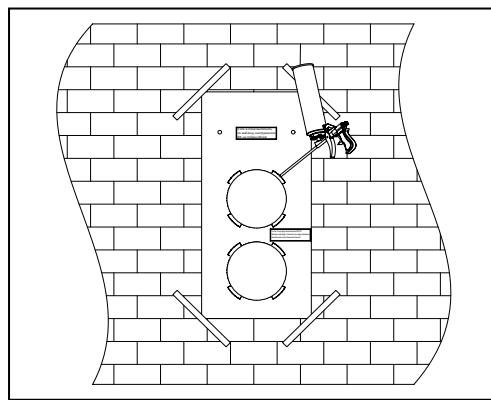

Рис. 7.
5. Вставьте воздуховоды в отверстия шаблона для воздуховодов; затем уплотните их монтажной пеной через технологические отверстия в шаблоне, рис. 7. Воздуховоды установите с наклоном вниз 2–3° в сторону улицы для отвода конденсата, который может образовываться в процессе работы установки.
5. Вставьте воздуховоды в отверстия шаблона для воздуховодов и уплотните их монтажной пеной через технологические отверстия в шаблоне, рис. 7. Воздуховоды установите с наклоном 3° вниз в сторону улицы для отвода конденсата.